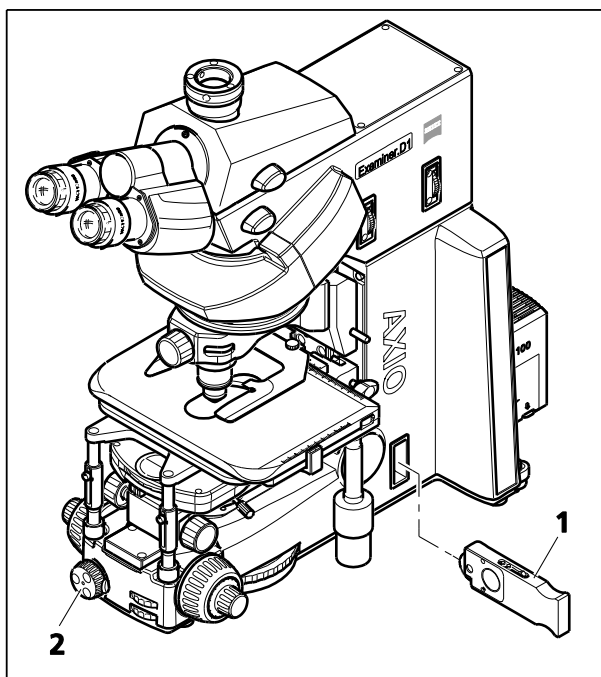

Figure 4-7 Insertion d'un curseur de diaphragme segmenté
- Insérer le curseur de diaphragme segmenté (Figure 4-7/1) en partie inférieure du microscope jusqu'à ce qu'il s'enclenche.
- Utiliser la molette de commande (Figure 4-7/2) du statif pour faire tourner le segment de fente du diaphragme dans la position souhaitée.